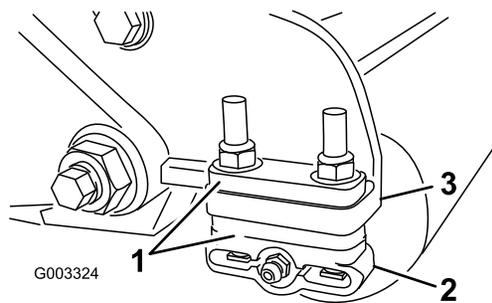

Figure 11
1. Réglez les supports du rouleau arrière (Figure 11) à la plage de hauteur de coupe voulue en plaçant le nombre correct d'entretoises sous la bride de fixation de la plaque latérale (Figure 11), comme indiqué dans le tableau des hauteurs de coupe.